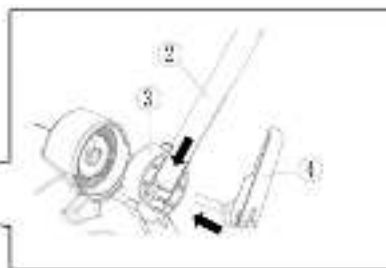

Рис. 2-2
2. Вставьте нижнюю рукоятку (рис. 2-2 поз. 2) в кольцевой блок (рис. 2-2 поз. 3). Затем вставьте болт-фиксатор (рис. 2-2 поз. 4) через рукоятку (рис. 2-2 поз. 2). Закрепите болт-фиксатор (рис. 2-2 поз. 4), как показано на рисунке 2-2.